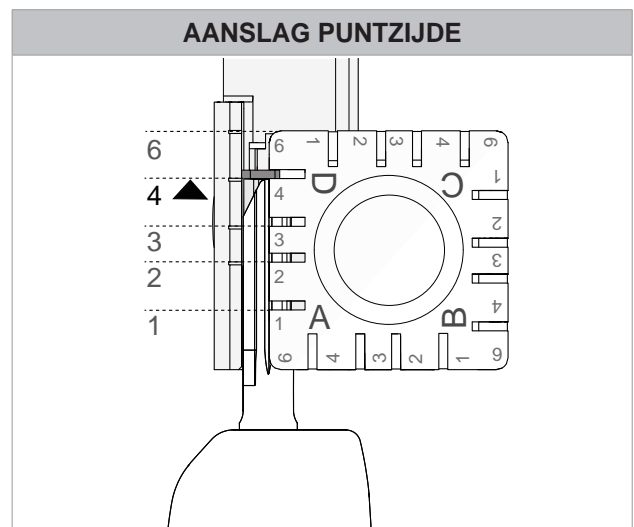

Fig. 50
- Om sleutels met aanslag op de puntzijde te installeren in de spanbek, moet u de verplaatsbare aanslag van het kaliber (Fig. 51) in de voorziene groeven steken (Fig. 50).